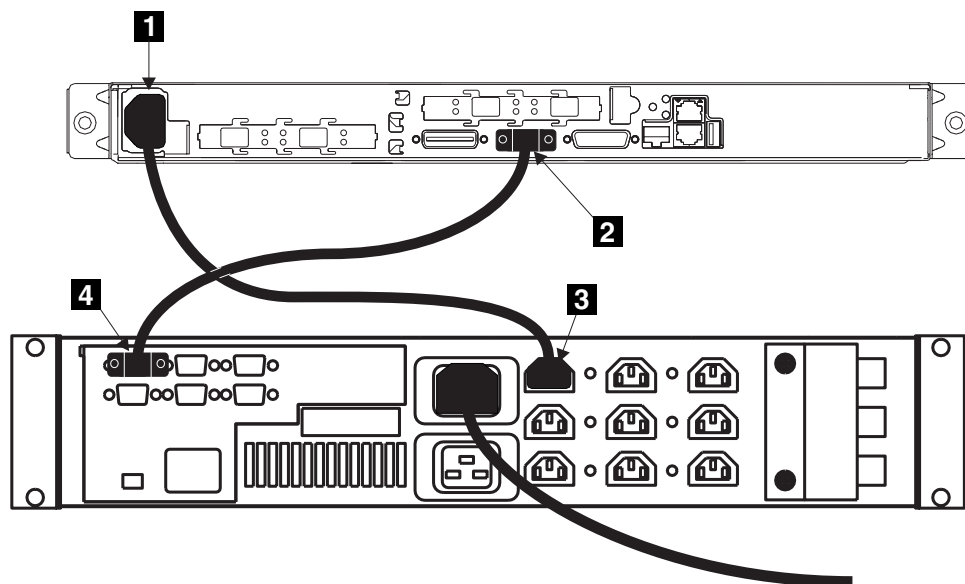

图 33. 将 SAN Volume Controller 电源线连接到不间断电源
1. 在 SAN Volume Controller 背面，将电源线插入插座 **1**（请参阅第 31 页的图 33）。